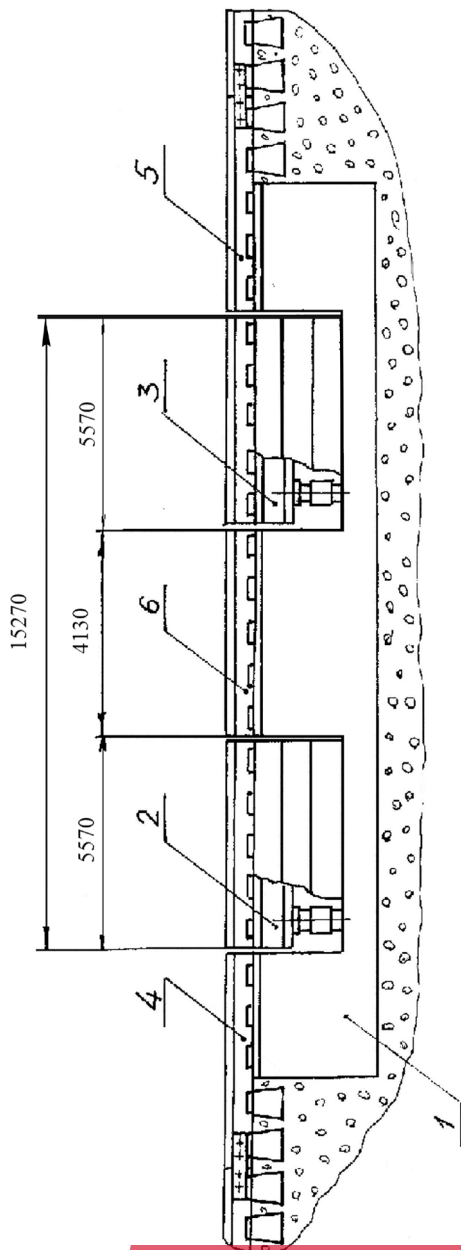

Рисунок 1. Конструкция весов ВСВ
2.4.2 ГПУ включает в себя 2 (две) платформы взвешивающие 2 и 3 (рисунок 1) с тензометрическими датчиками, промежуточные рельсы 6 (рисунок 1) и подъездные рельсы 4 и 5 (рисунок 1). ГПУ установлено на железобетонный фундамент 1 (рисунок 1).